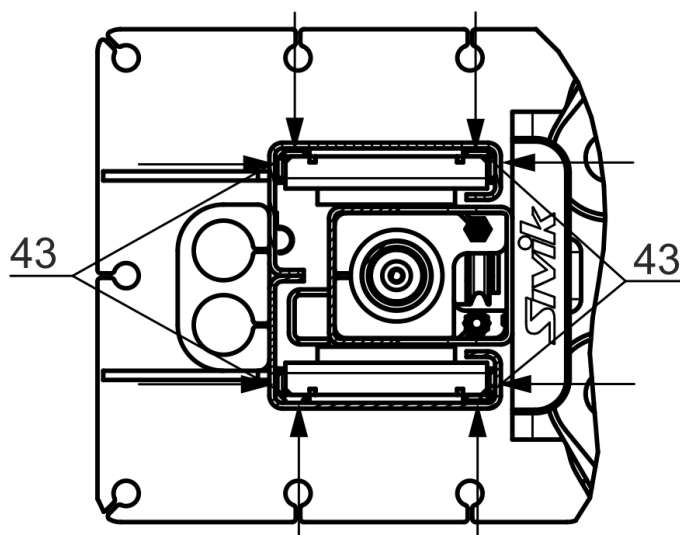

Рисунок 6.9 – Места смазки беговых дорожек (угловая зона 30x30 мм внутри стоек по всей длине)
6.14 Перед началом эксплуатации необходимо тщательно покрыть смазкой Литол-24 беговые дорожки внутри стоек на всем ходе кареток (рисунок 6.9), а также трос системы синхронизации кареток.